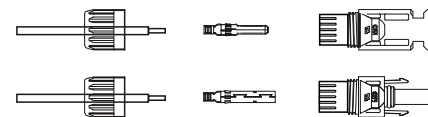

Figura 5.13 Smontaggio del dado che chiude il connettore
1. Spellare il filo CC per circa 7 mm, smontare il dado che chiude il connettore (vedere figura 5.13).